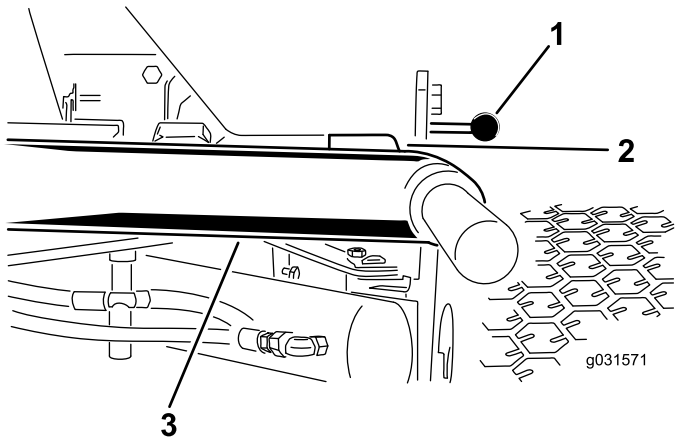

Figura 12
1. Arranque el motor, eleve las unidades de corte y compruebe que la holgura entre cada brazo de elevación y el soporte de la chapa de suelo es de 5 a 8 mm (0.18 a 0.32"), como se muestra en la Figura 12.